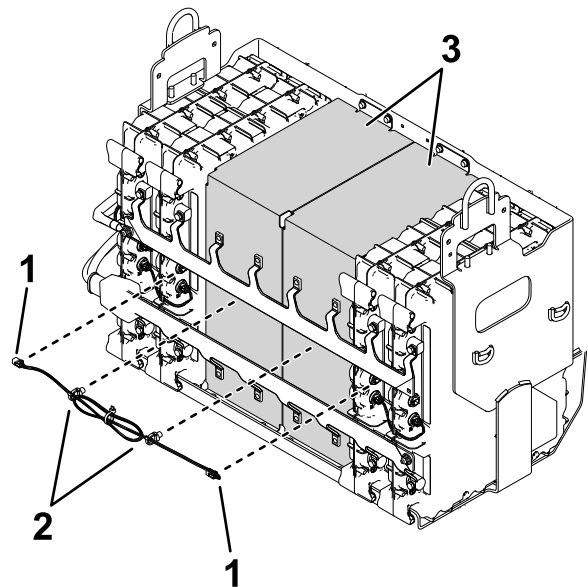

Figura 2
2. Retire a cablagem dos espaçadores das baterias e as baterias (Figura 2).
3. Retire os espaçadores das baterias (Figura 2) do compartimento das baterias.
- B. Instale a cablagem (mostrada na Figura 2) que removeu no procedimento anterior nas portas das baterias identificadas com D1; consulte a Figura 10.